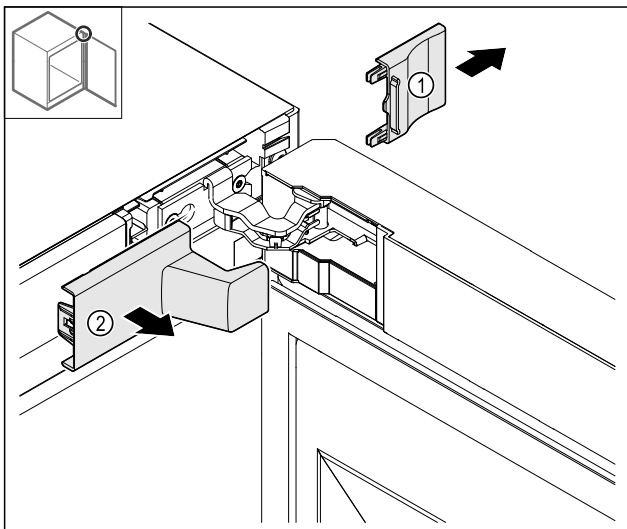

Fig. 14
- ▶ Зніміть Fig. 14 (1), а потім Fig. 14 (2).